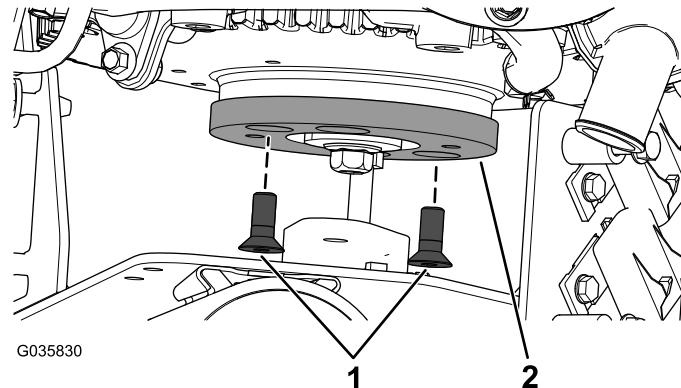

Figura 5
1. Retire los tornillos allen de cabeza plana de la placa adaptadora (Figura 5).
2. Retire la placa adaptadora (Figura 5).